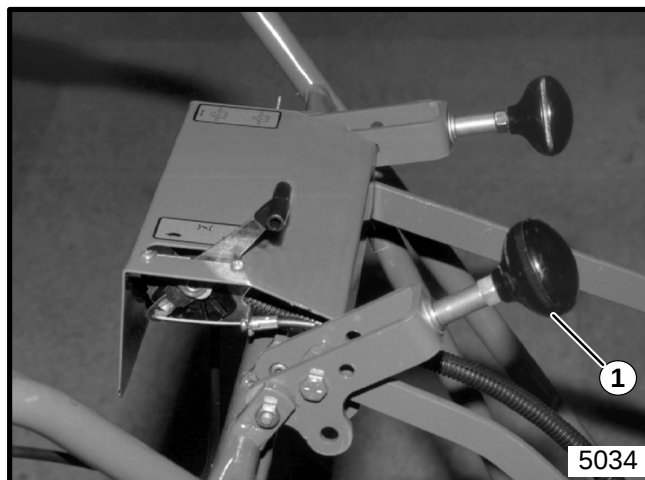

Figura 5
1. Conecte la palanca de control de la rueda medidora al lado derecho de la manija. Asegúrela con dos (2) 1/4–20 x 5/8" tornillos y contratuercas. Vea la Figura 5. Anexe las uniones ajustadoras (Partes nro. 521804 y 518245) a la rueda de medición.